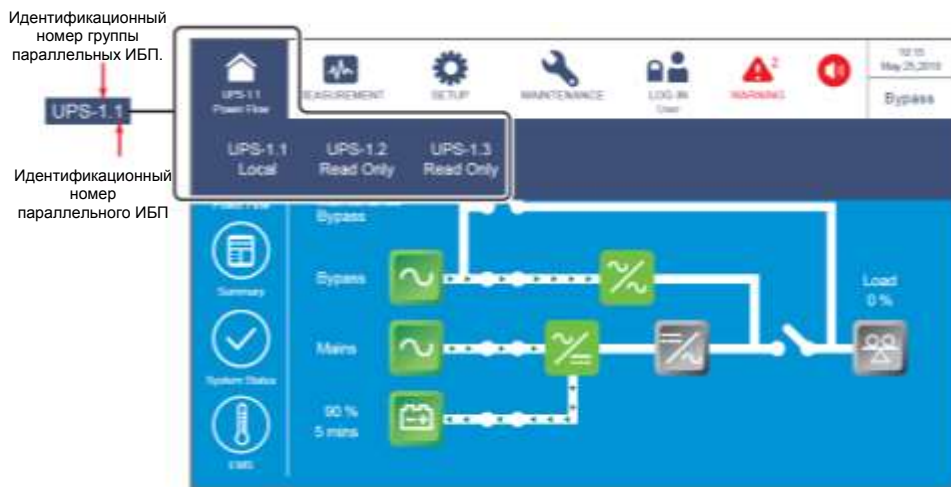

Рисунок 6-12: Экран определения идентификационного номера ИБП
- 8 Для параллельного применения нажать значок (🏠), расположенный в верхнем левом углу экрана, и проверить правильность идентификационного номера параллельной группы и идентификационного номера параллельных ИБП. ИБП с наименьшим идентификационным номером устройства определяется как главный. См. **Рисунок 6-12**.